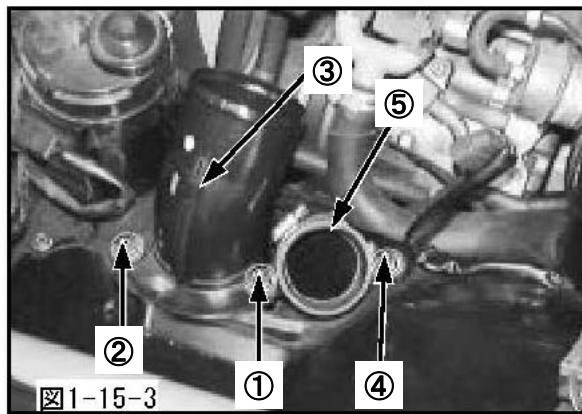

図1-15-3
(4) ①、②を取外し、③を取外してください。(図1-15-3)
(5) ④を取外し、⑤を取外してください。(図 1-15-3)